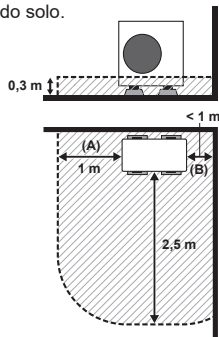

Fig. 3-4
(3) Quando instalada num local com abertura em 2 superfícies (onde a distância entre um lado da unidade e a parede seja inferior a 1 m, por exemplo, na esquina de uma parede de um edifício) (Fig. 3-4)
Quando a distância entre um lado da unidade e a parede for inferior a 1 m, aplicam-se as mesmas condições mostradas na Fig. 3-4.